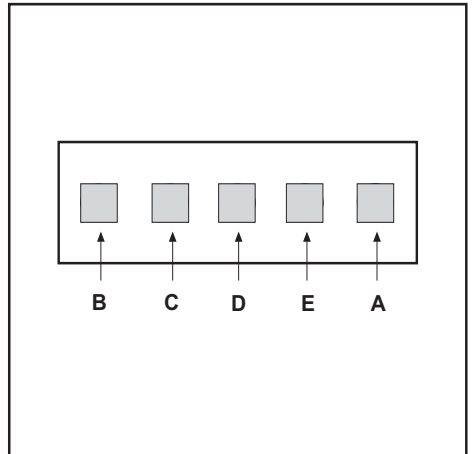

Fig.5
• **COMANDI:**(Fig.5) **MECCANICI** la simbologia è di seguito riportata: